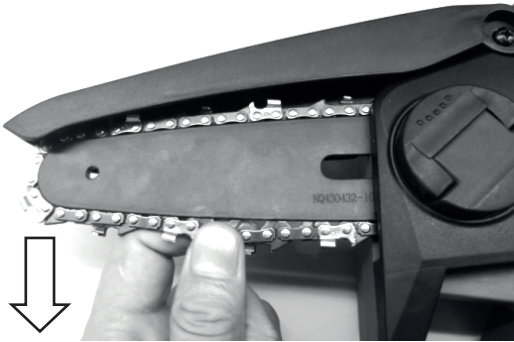

Рисунок 4. Перевірка натяжіння ланцюга.
– здійснити регулювання натяжіння ланцюга, обертаючи безключову гайку (1, рис. 2) у відповідному напрямку – для збільшення натягу по годинниковій стрілці, для зменшення натягу проти годинникової стрілки. Натяжіння ланцюга виконати до тих пір, доки ланцюг щільно не приляже до нижньої частини напрямної. У вірно натягнутого ланцюга, звичайним зусиллям руки, неможливо вивести різальні ланки за межі напрямної (рис. 4);
4. Викруткою повертати гвинт (1, рис. 4) по годинниковій стрілці доки ланцюг не приляже щільно до напрямної.